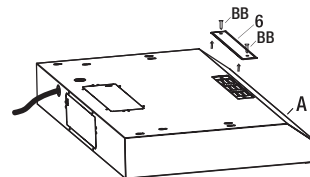

Fig. 12
- Si vous avez choisi une ventilation intérieure, dévisser les deux vis qui retiennent le couvercle (6) et enlever le couvercle comme sur la Fig.12. **NE RETIRER AUCUN AUTRE COUVERCLE DE TROU DE VENTILATION.**